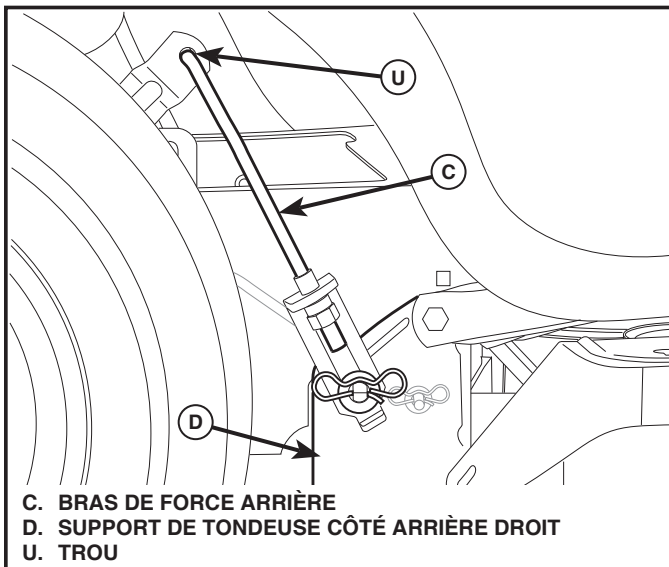

Fig. 31
7. ATTACHER LES BRAS DE FORCE ARRIÈRE (C) (Voir la Fig. 31)
- Insérer l'extrémité de la tige du bras de force arrière (C) dans le trou (U) du bras de suspension d'arbre et pivoter le bras vers le bas de la tondeuse.
- Lever le coin arrière de la tondeuse et placer la fente dans le bras sur la goupille sur le support arrière de la tondeuse (D) et fixer avec une grande rondelle et un grand ressort de retenue.